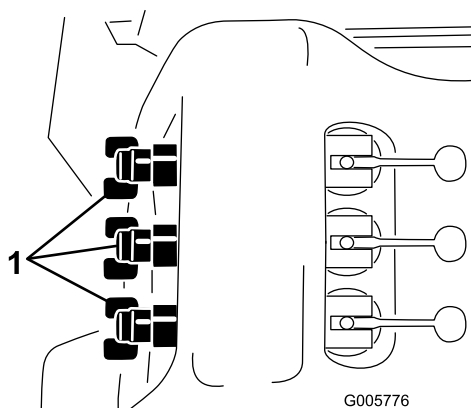

Bild 28
12. Stellen Sie das Sicherheitsventil des Spritzgestänges (Bild 28) unter dem Spritzgestängesteuerventil des Spritzgestänges ein, das Sie abgestellt haben, bis der am Druckmanometer angezeigte Druck dem Wert in Schritt 9 entspricht.